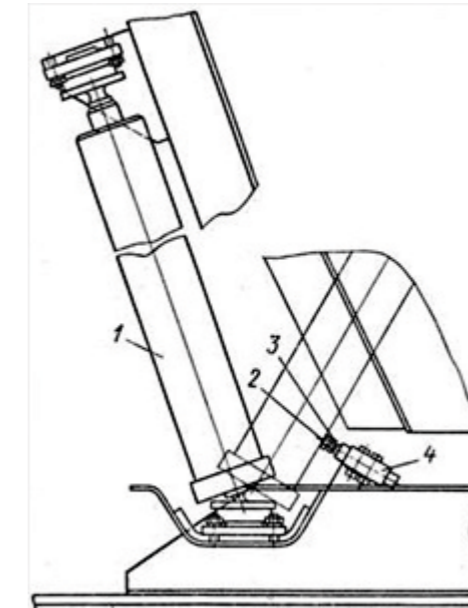

Рис.7 Регулировка механизма подъема кузова:
При эксплуатации полуприцепа самосвального следует периодически проверять состояние и правильность регулировки клапана ограничения подъема кузова. Клапан 4 (рис. 7) должен быть надежно закреплен на кронштейне, расположенном на раме, регулировочный винт 2 - застопорен контргайкой 3. Шток клапана не должен быть искривлен, течи масла из-под уплотнения штока и по резьбовым соединениям трубопроводов не допускаются. При правильно отрегулированном клапане, угол подъема кузова составляет 45°. В случае необходимости регулировка угла подъема кузова должна производиться в такой последовательности.
1. Отвернуть контргайку 3 регулировочного винта 2 (см. рис. 7).
4. Вывернуть регулировочный винт 2 (см. рис. 7) из штока клапана до упора в корпусе гидроцилиндра 1 и застопорить контргайкой 3.